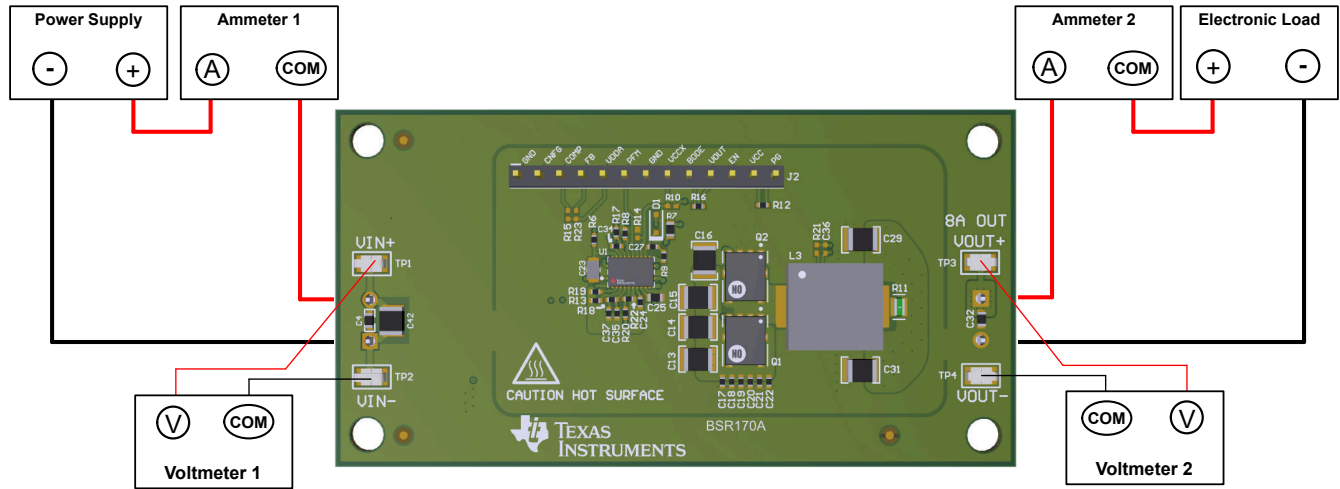

图 5-1. EVM 测试设置
参考表 5-1 所述的 EVM 连接，建议用于评估 LM5149-Q1EVM-400 的测试装置如图 5-1 所示。在提供 ESD 保护的工作站上工作时，请确保在处理 EVM 之前已连接所有腕带、靴带或垫子以使用户接地。
1. 在连接直流输入源之前，将输入源的电流限值设置为最大 0.1A。确保输入源最初设置为 0V 并连接到 VIN+ 和 VIN- 连接点，如图 5-1 所示。